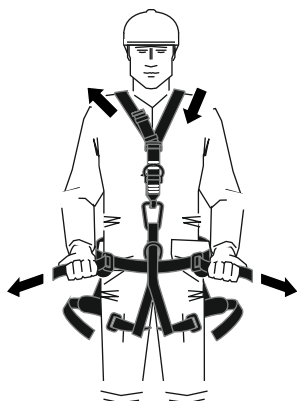

рис. 6
6. Отрегулировать длину лямок и поясного ремня и наплечных лямок, зафиксировать свободные концы (**рис. 6, 8-9**).